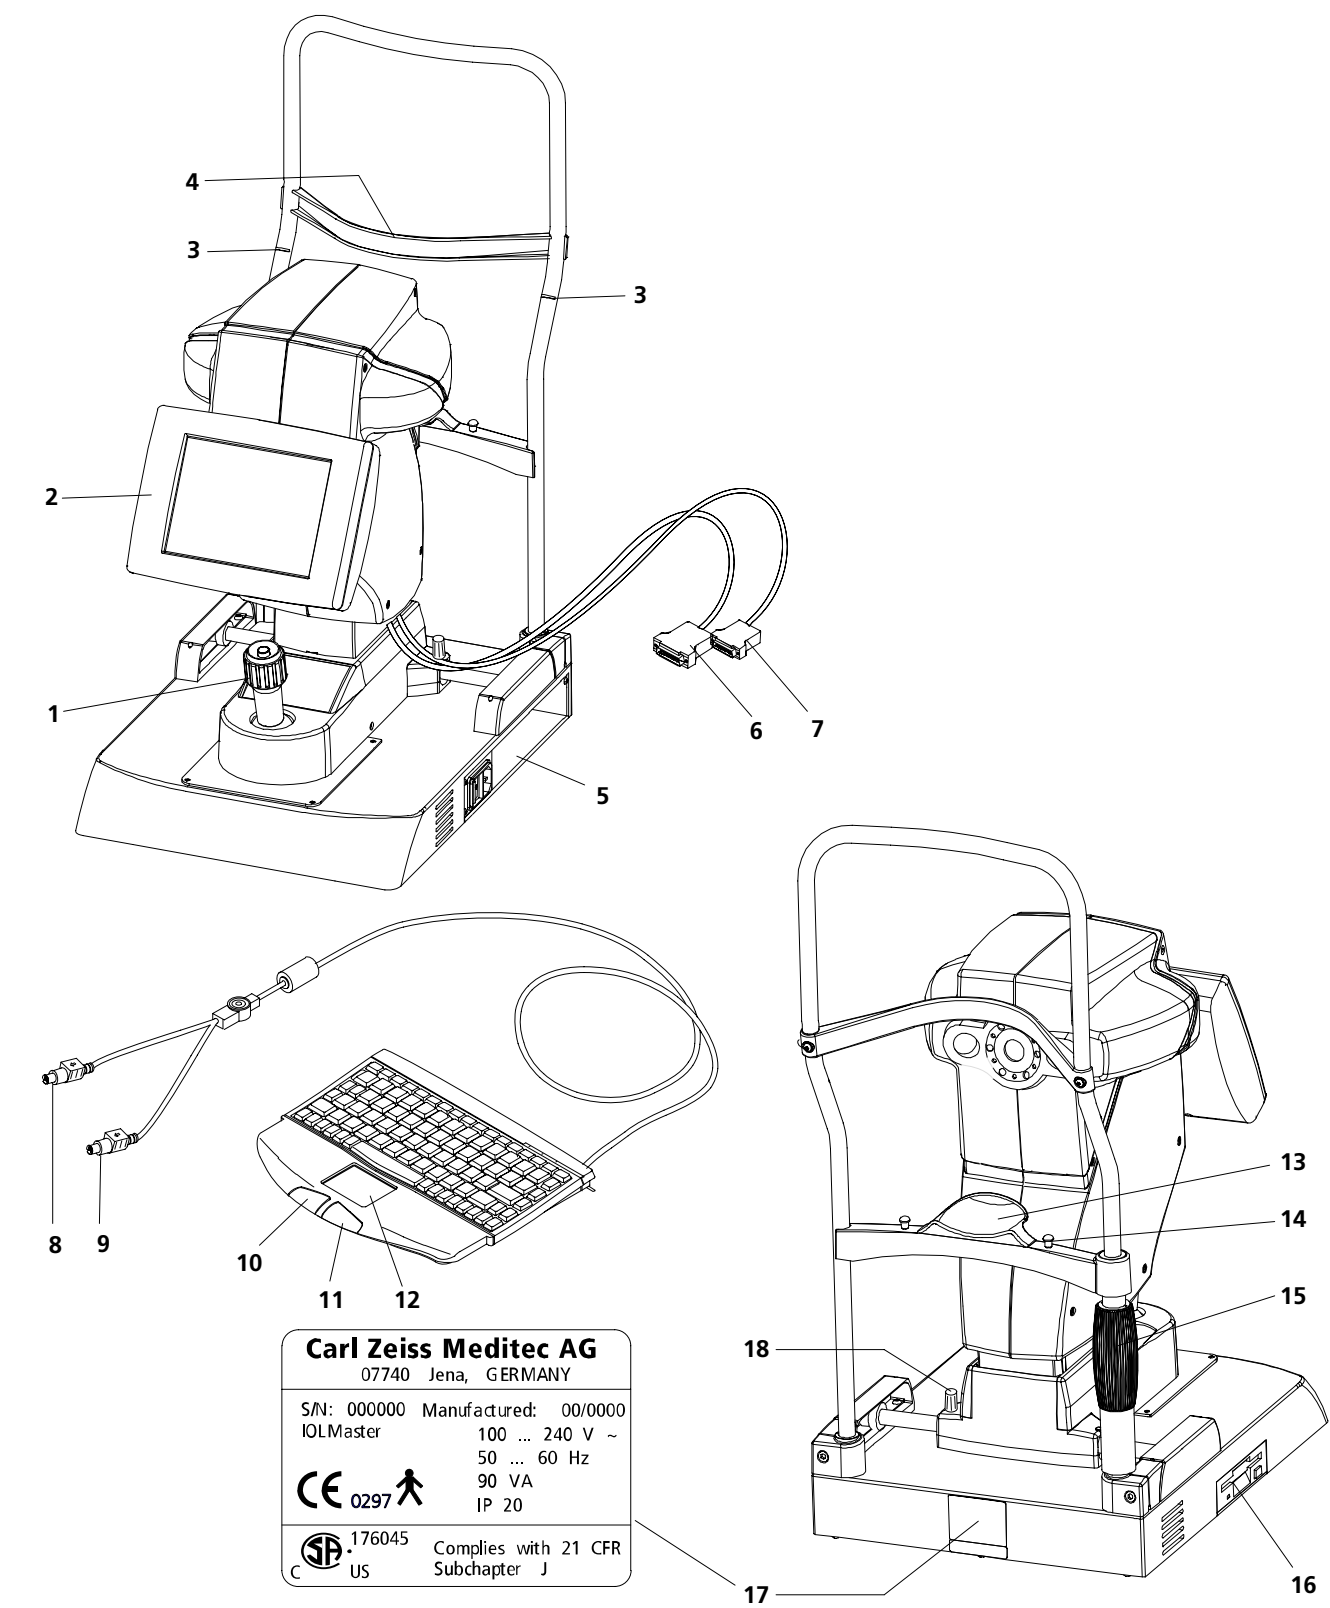

Fig. 1 Elementos de mando del IOLMaster
- Soltar el tornillo de apriete para el ajuste de la base (**18**, Fig. 1).